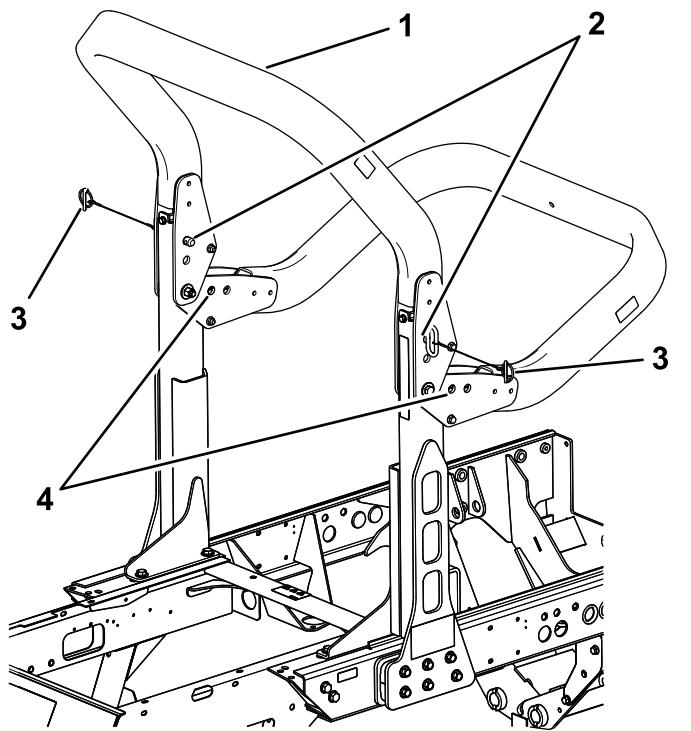

Figura 42
- Sostenete il peso del telaio superiore mentre rimuovete i perni a scatto e i perni con testa dalle staffe orientabili (Figura 42).